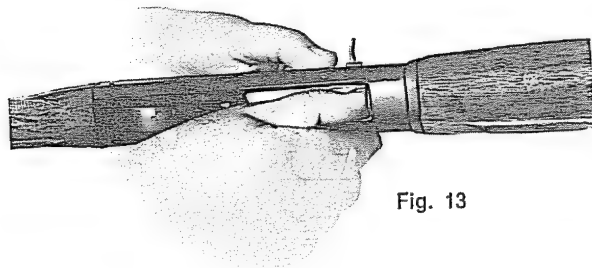

Fig. 13
- c) Lasciare libero lo svincolo e spingere a fondo col pollice destro la cartuccia nel serbatoio fino ad aggancio (fig. 13).
- c — free carrier latch button and push shell forward into magazine until it snaps past the shell latch (fig. 13).
- c — *relâcher le poussoir du levier d'arrêt de l'élévateur et pousser la cartouche vers l'avant dans le tube magasin jusqu'à ce qu'elle dépasse le levier d'arrêt de cartouche (fig. 13)*